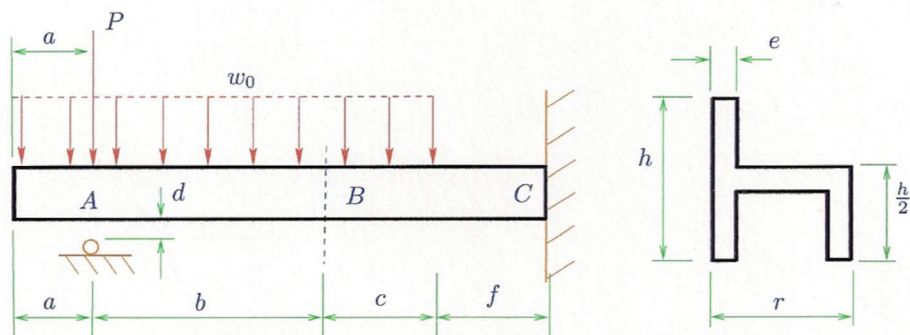

Figura 2: Viga
- En la Figura 2 (lado izquierdo) se tiene una viga bajo la acción de una fuerza uniforme w_0 y una fuerza puntual P . La sección de la viga (vista ampliada) se muestra en el lado derecho, el espesor de la pared de la sección de la viga es el mismo en todas partes.